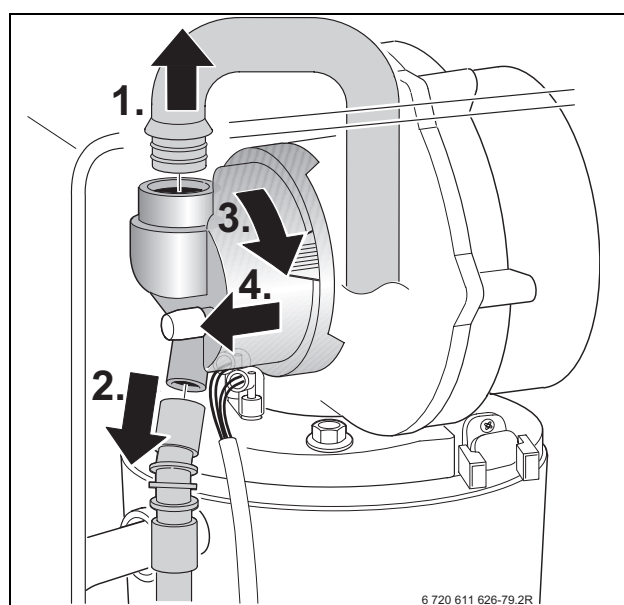

Fig. 47
- Démonter le tube d'admission d'air et retirer le tuyau à gaz du dispositif de mélange, →figure 47.
- Démonter le mélangeur (1) comme indiqué sur la figure 47.
- Vérifier que la membrane (2) ne présente ni encrassement ni fissures.